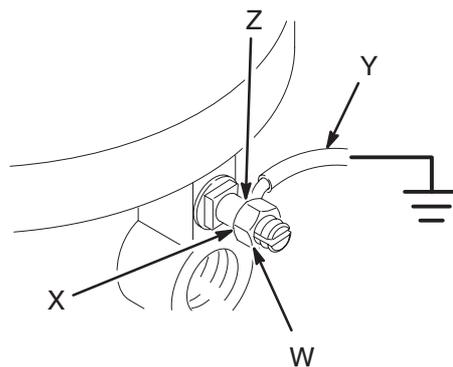

Abb. 1
1. *Pumpe:* ein mindestens 1,5 mm² starkes Erdungskabel und eine Klammer verwenden. Siehe Abb. 1. Die Sicherungsmutter (W) und die Scheibe (X) der Erdungsöse lösen. Ein Ende des Erdungskabels (Y) in den Schlitz der Öse (Z) stecken und die Sicherungsmutter fest anziehen. Das andere Ende des Kabels mit einer guten Masse verbinden. Zu bestellen: Teile-Nr. 238909.